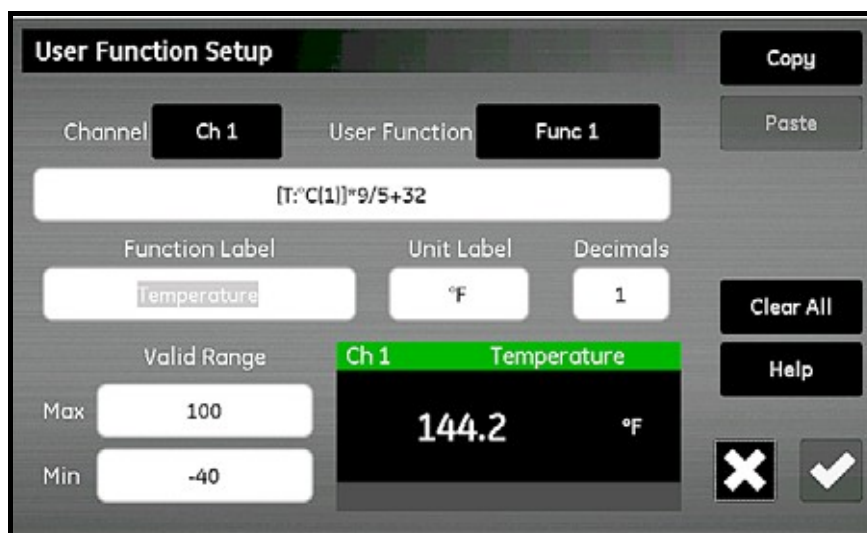

図60 : ユーザ定義関数設定 (User Function Setup) 画面
1. Configuration メニュー画面 (57 ページ図 52 参照) の User Function ボタンをタップし、User Function Setup 画面 (下図 60 参照) を開きます。